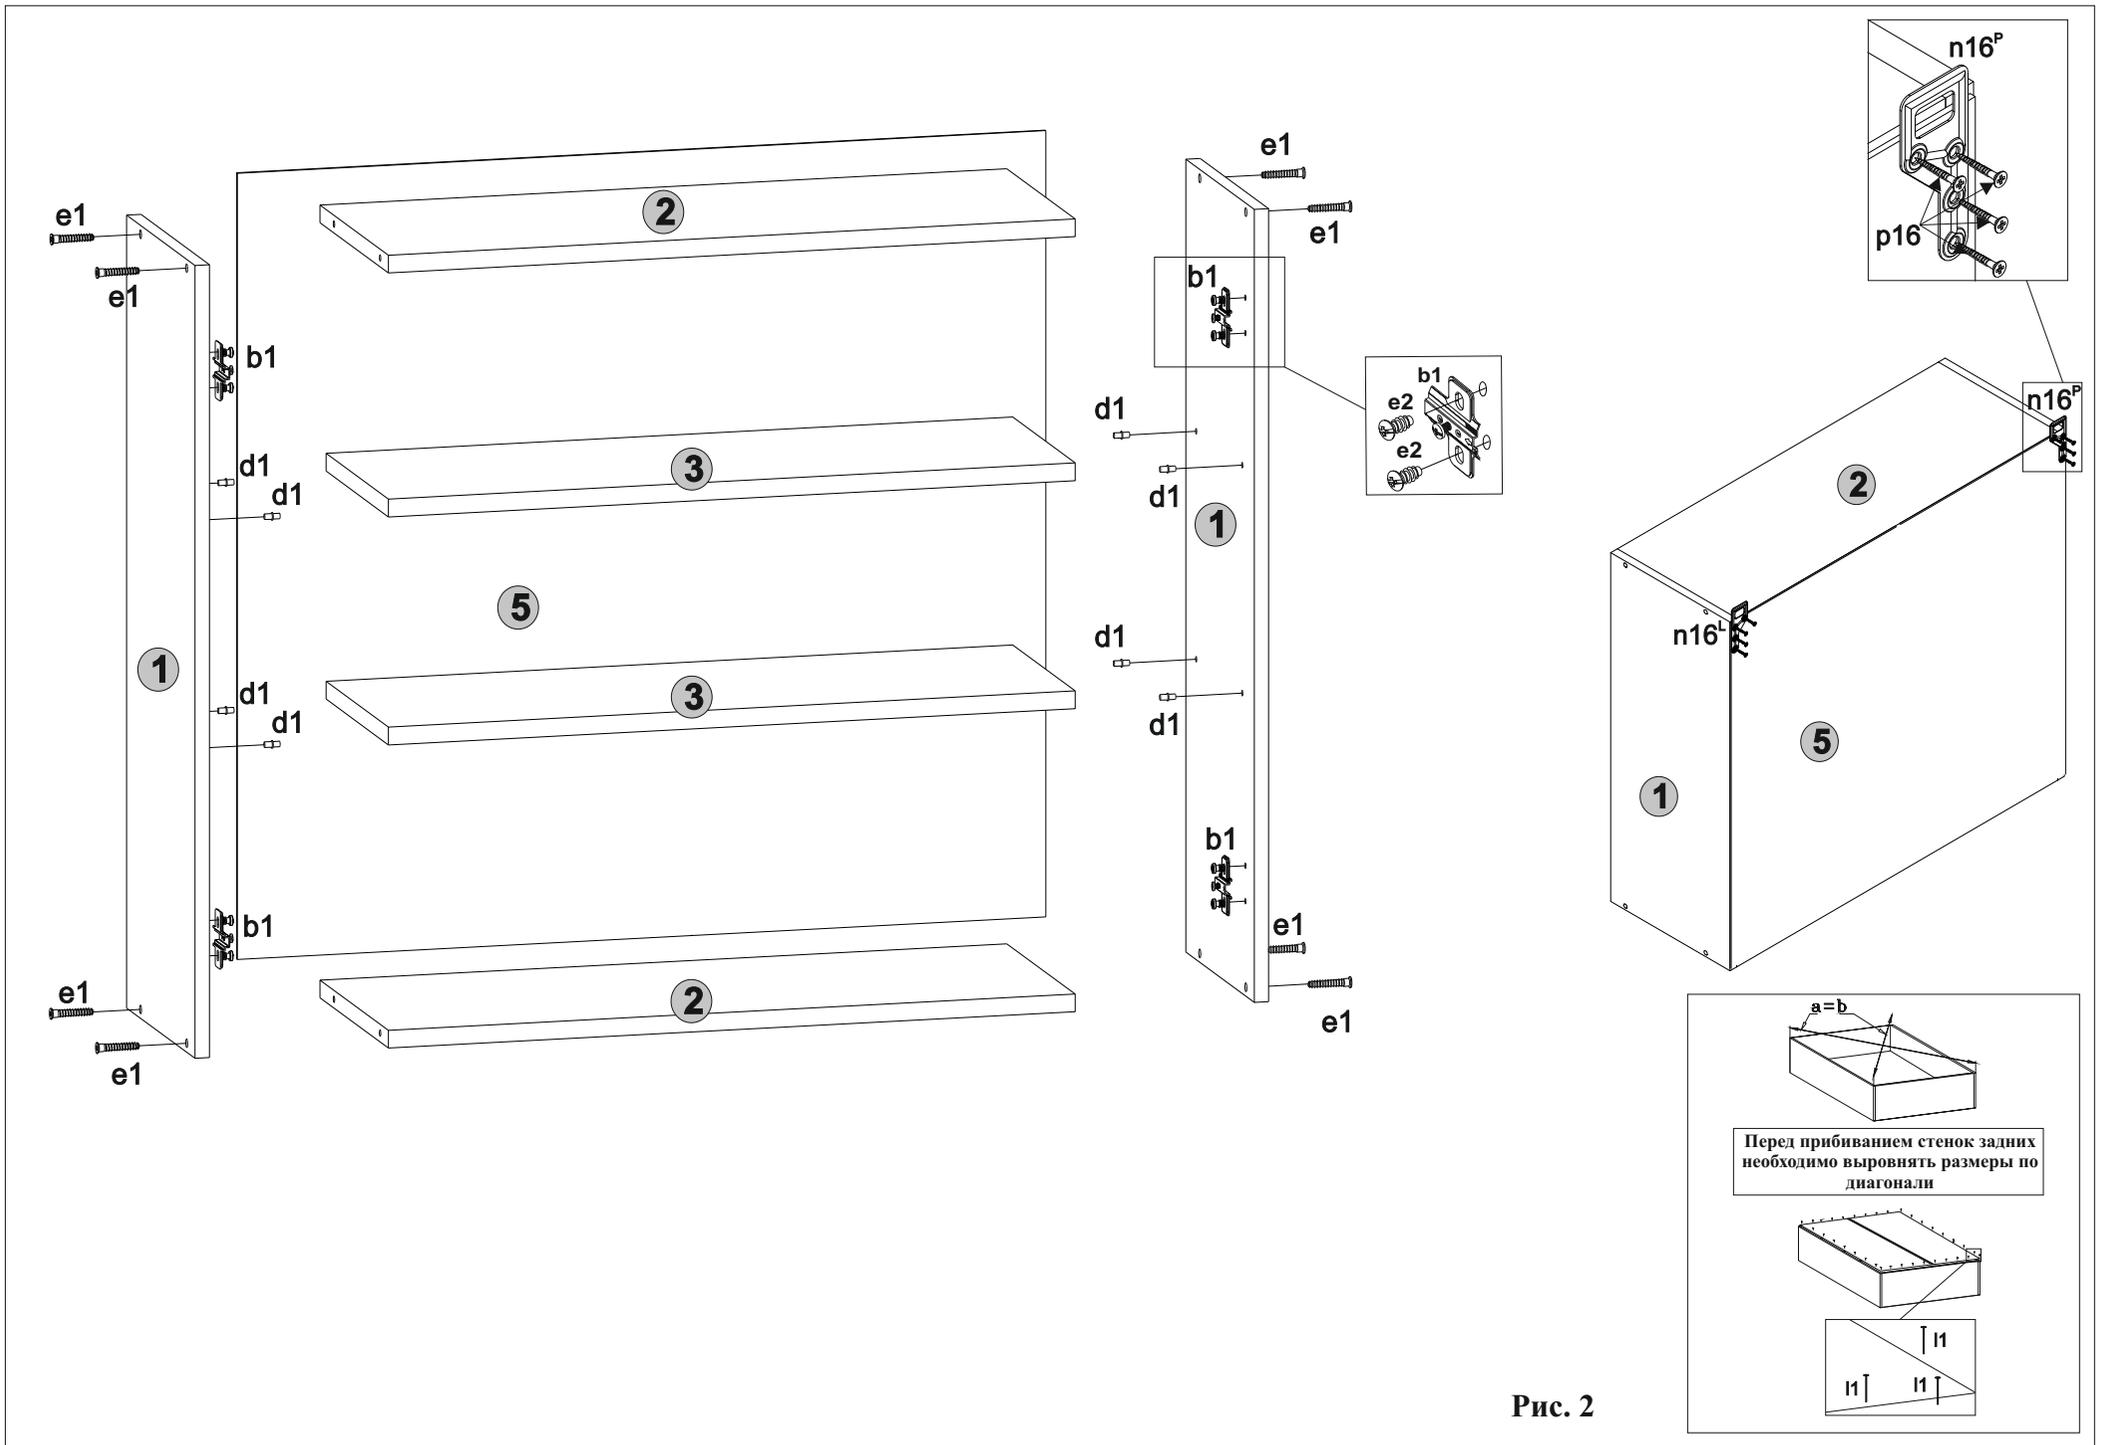

Рис. 2
4.2 На внутренние поверхности боковых стенок **1** и **2** в отверстия диаметром **5 мм** установить полкодержатели **d1** с помощью молотка. (см.рис. 2).
4.9 Навесить двери на корпус шкафа навесного, соединив между собой петли **a1** и направляющие петель **b1**. Отрегулировать положение двери вращая винты **D1, D2** и **D3**(см. рис. 2).